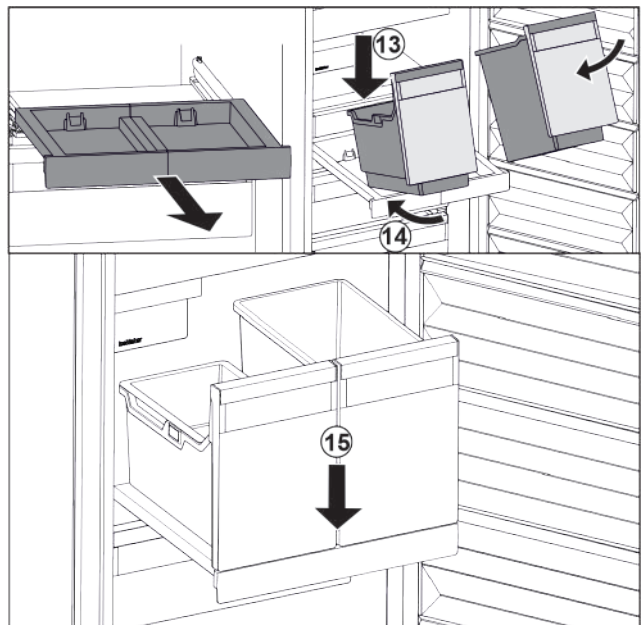

Fig. 29
- ▶ Встановити резервуар на витяжну панель навкоси. Fig. 29 (13)
- ▶ Насунути резервуар навкоси до задку. Fig. 29 (14)
- ▶ Резервуар опустити спереду. Fig. 29 (15)